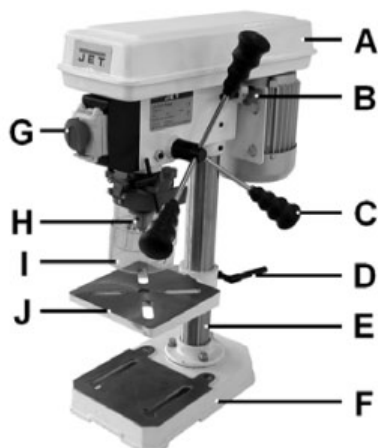

Рис. 1
Установите стойку (В, Рис. 1) на цоколь станка (F).
Наденьте патрон (H, Рис. 1) на конус шпинделя.
Открутите крепление площадки мотора (В, Рис. 1).